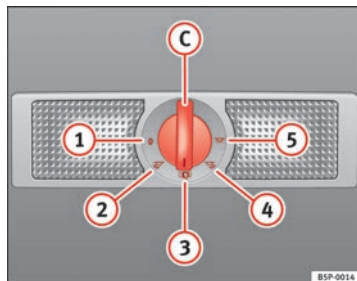

Fig. 80 Ciel de pavillon : plafonnier et lampe de lecture de la partie arrière de l'habitacle.
La commande → fig. 80 C vous permet de sélectionner les positions suivantes :
Lorsque la commande est en position → fig. 80 ①, le plafonnier et les lampes de lecture sont éteints.